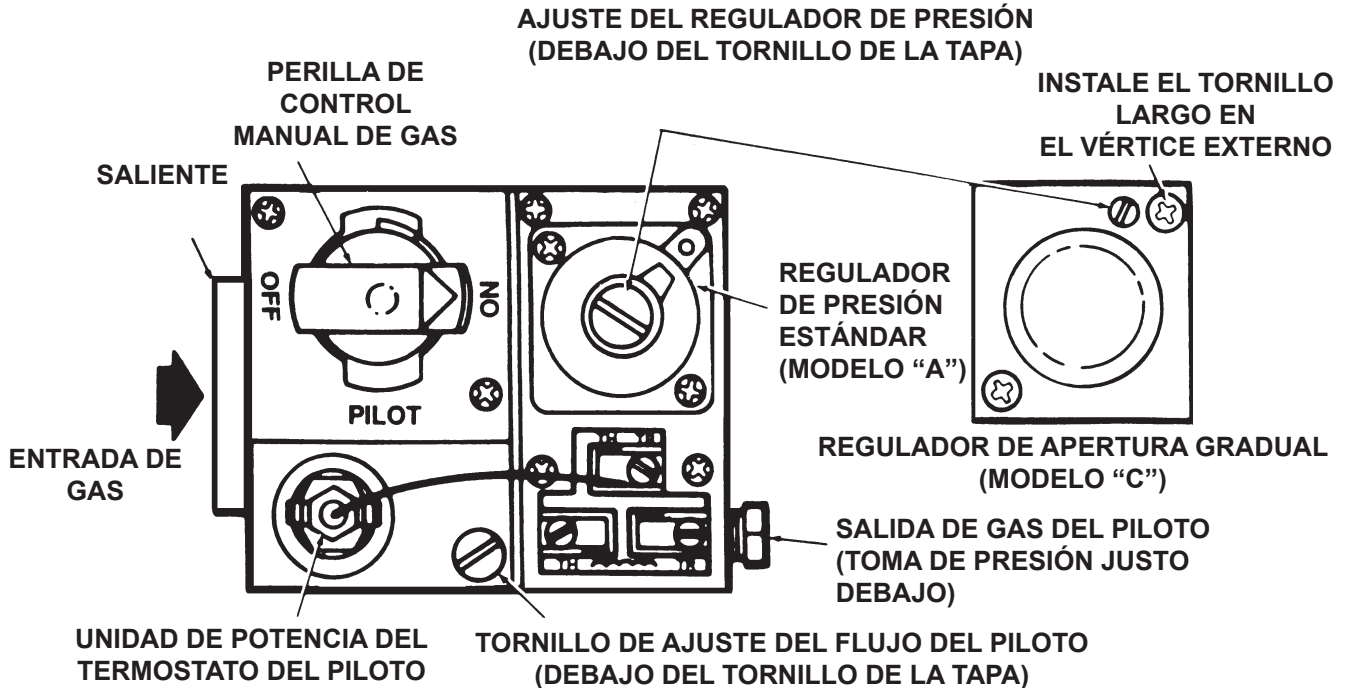

Figura 12. Vista superior del control de gas de capacidad estándar
- A. Retire el tornillo de ajuste de la tapa del piloto. Consulte la Figura 12.
| No se enciende el piloto | -El orificio del piloto está bloqueado -La llave de gas no está en posición -Ees posible que el tornillo de ajuste del flujo de gas del piloto esté cerrado | - Cambiarla -se debe girar la perilla de la llave de gas hasta piloto y oprimirla -abrirlo y ajustarlo (consulte la Figura 12) |